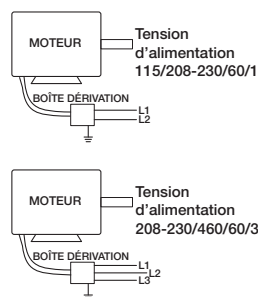

Figure 6 — Schéma de câblage typique
REMARQUE : Voir le schéma de câblage à la Figure 6.
2. Courroie trop tendues/lâches	2. Voir la Figure 6, ajuster la tension